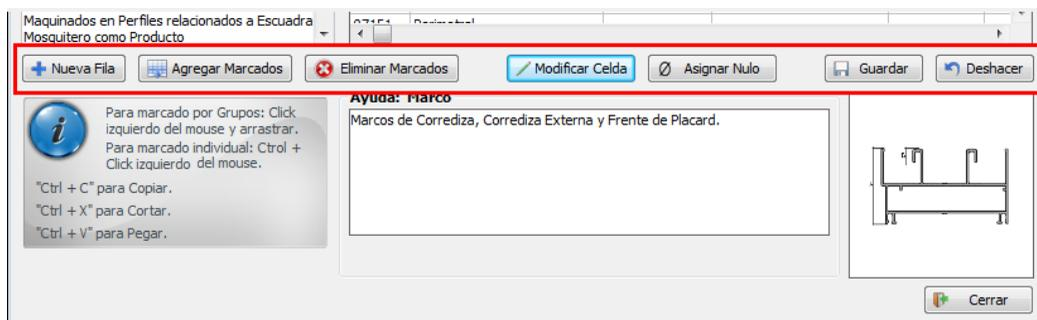

Figura 12.22 – Botonera Agregar Accesorios y Otros
**Botón Guardar:** El formulario cuenta con un sistema de Back Up (respaldo) para evitar pérdida de información. Lo cual significa que se puede utilizar dicho botón para indicar al Sistema que todo lo que hecho hasta el momento es correcto y lo tiene que guardar en la Base de Datos. Se recomienda, cada cierta cantidad de cambios, hacer clic en este botón por cualquier eventualidad (*Figura 12.22*).
**Botón Deshacer:** Restaura todos los datos hasta el momento en que se hizo clic en el botón *Guardar Cambios* o, en su defecto, todos los cambios realizados no guardados. Al presionar el botón *Deshacer Cambios*, las modificaciones realizadas en la grilla para el elemento seleccionado en el listado de la izquierda se perderán (*Figura 12.22*).
**Botón Nueva Fila:** Agrega una nueva fila a la tabla. OP solicita seleccionar el elemento a insertar en la primera columna. Para completar las columnas restantes se utiliza el botón *Modificar* (Figura 12.22).
- **Botón Agregar Marcados:** Realiza una copia textual de las filas seleccionadas, las cuales se agregan al pie de la tabla. Es útil en los casos en que se necesita agregar elementos a colecciones existentes. De esta manera se obtiene de manera rápida la configuración de las columnas B, solo queda completar la columna A y/o C (Figura 12.22).
- **Botón Eliminar Marcados:** Elimina las filas seleccionadas. Es importante aclarar que OP no requiere verificar esta acción. Si se desea recuperar las filas eliminadas, se debe hacer clic en el botón *Deshacer Cambios* (Figura 12.22).
- **Botón Asignar Nulo:** Ingresa el valor Nulo en la celda seleccionada. Se utiliza cuando se debe eliminar el valor existente en una celda (Figura 12.22).
**Botón Modificar Celda:** Permite cambiar el valor que se encuentra en la celda seleccionada (Figura 12.22).